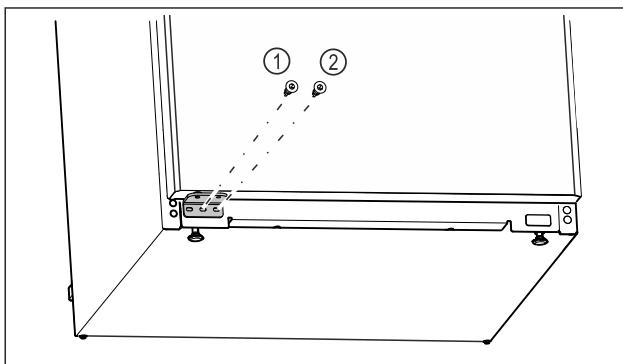

Fig. 26
- Затегнете централния винт на лагерната стойка Fig. 26 (1) с отвертка Torx 20.
► Затегнете вътрешния винт на лагерната стойка Fig. 26 (2) с отвертка Torx 20.